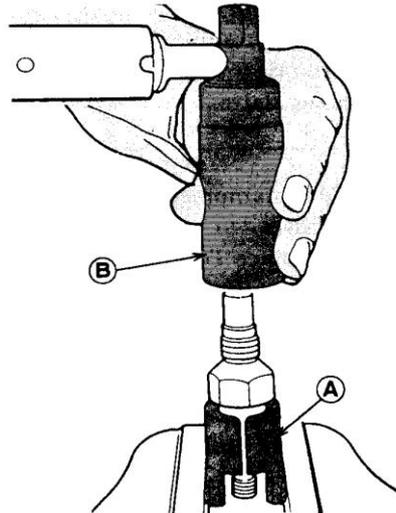

Fig.9
- Placer la pompe sur un support spécial maintenu dans un étau (fig. 9 et 10).
- Déposer le pré-filtre et son joint (1).
- Déposer la pompe d'amorçage à main (26).
- Dévisser le bouchon de soupape (25).
- Retirer les ressorts (24) et les clapets (23).
- Dévisser le bouchon (22), retirer le ressort principal (21) et le piston (20).
- Enlever le jonc (2), déposer l'ensemble poussoir (4), l'axe (7) et le ressort (8).
## c) Démontage (fig. 9)